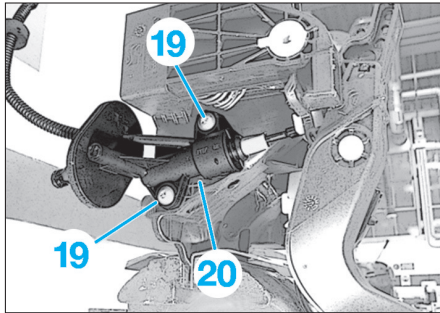

Fig. 14
- Déposer les vis de fixation (19) du cylindre émetteur (20) (Fig.14).